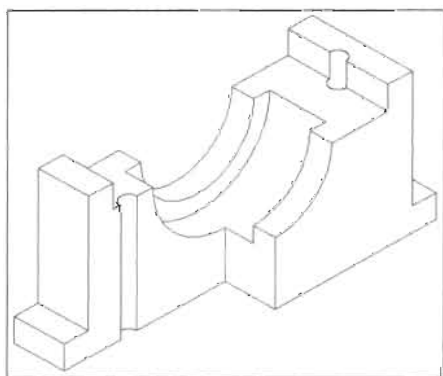

图 11-99
(3) 单击“修改”工具栏上的“修剪”按钮, 修剪掉多余的圆弧与直线, 如图 11-99 所示。